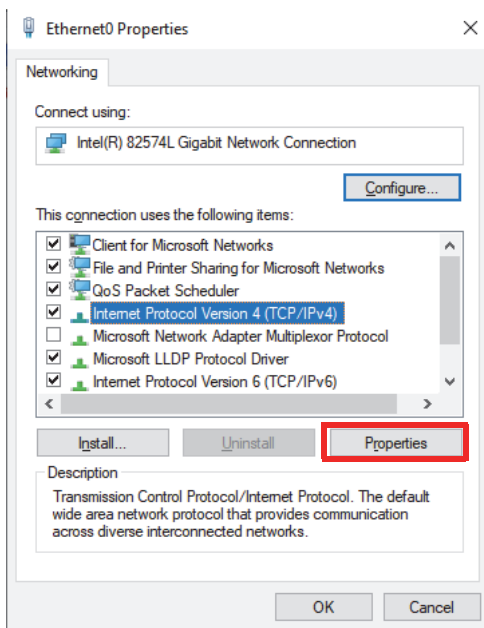

Figura 7-1 Caixa de diálogo Propriedades de Ethernet
- b) Clique duas vezes nas configurações **TCP/IPv4** (Figura 7-1 na página 74).
- e) Para ter o melhor desempenho e evitar a perda de dados, em **Properties** (propriedades) da mesma placa de rede, clique em **Configure** (configurar) (Figura 7-1 na página 74) e acesse a guia **Advanced** (avanzado).